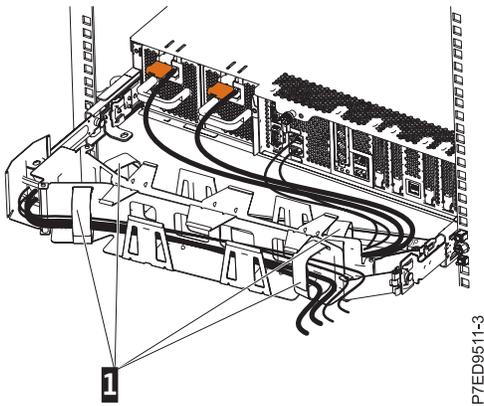

Abbildung 18. Netzkabel anschließen und verlegen
8. Verlegen Sie die Netzkabel und anderen Kabel (für die Tastatur, den Monitor und die Maus, falls erforderlich) am Kabelträger (1) (siehe Abb. 18 auf Seite 14). Schließen Sie alle Kabel außer dem Netzkabel an der Rückseite des Servers an. Sichern Sie alle Kabel mit Kabelbindern oder Klettverschlüssen.